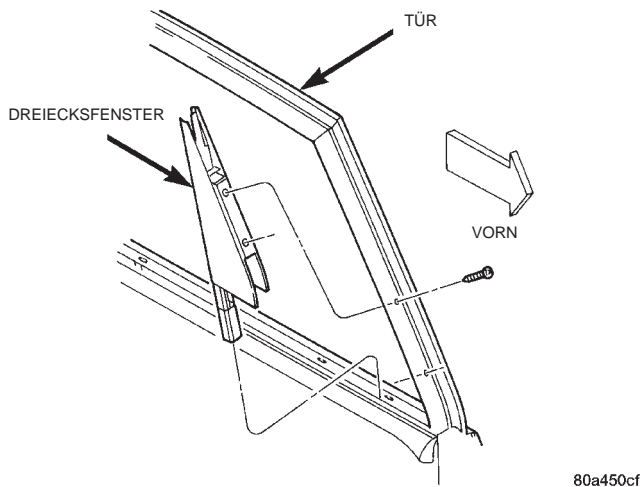
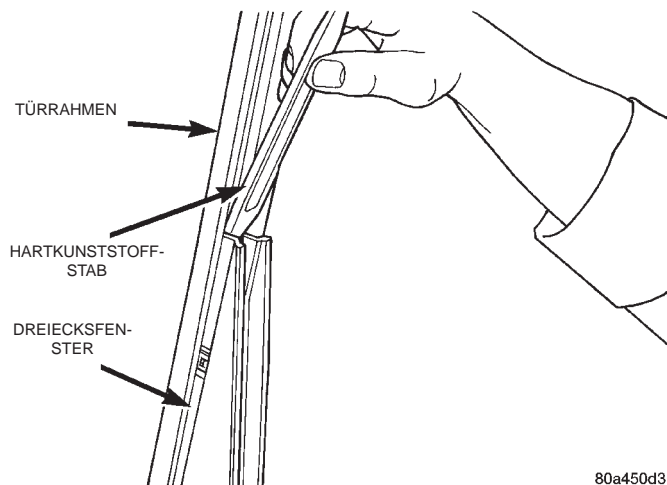

Abb. 27 Befestigungsschrauben/Dreiecksfenster
Abb. 28 Dreiecksfenster ausbauen
- (1) Türverkleidung abbauen und Wasserschutzfolie abziehen.
- (2) Umlaufende Scheibenführung vom Dreiecksfenster abziehen.
- (3) Scheibe ganz absenken.
- (4) Dreiecksfenster abbauen (Abb. 27) und (Abb. 28).
- (5) Scheibe 1/4 hochkurbeln, um die Führung des Fensterhebers auslegen freizulegen.
- (6) Befestigungsschrauben lösen, mit denen die Führung des Fensterhebers an der Scheibe befestigt ist.